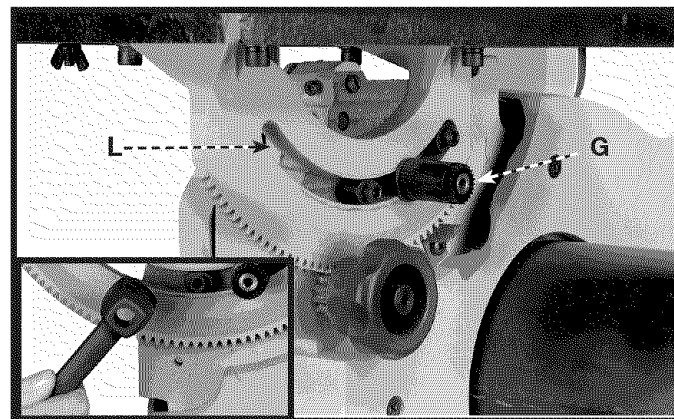

Fig. 12
4. Vuelva a montar el de semental (G) Fig. 12 de palanca que cierra por la ranura (L) de trunnion y aprieta con el asidero de palanca que cierra (ve el recuadro).